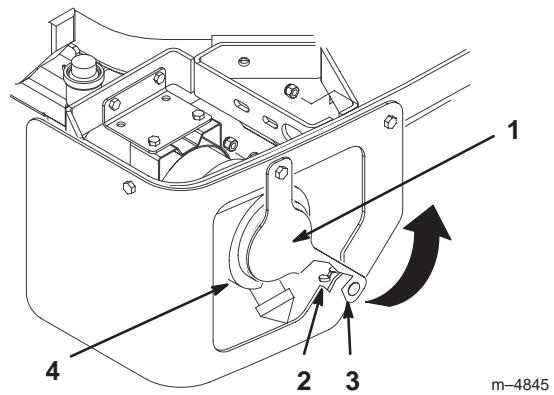

Bild 54
2. Drehen Sie die Flügelmutter von der Schraube im Luftfilterdeckel ab. Drehen Sie den Deckel, um den Filter zugänglich zu machen (Bild 54).